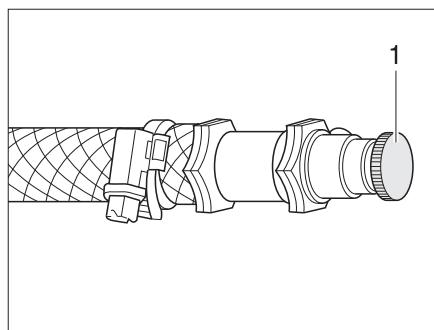

Fig. 153 Válvula de purga de la calefacción de agua caliente
- Abrir la válvula de purga (Fig. 153,1) y dejarla abierta hasta que deje de salir aire.